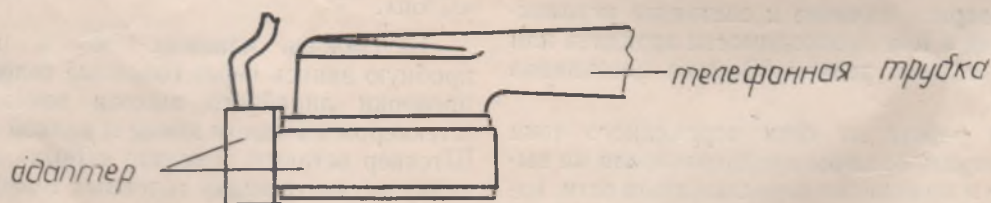

Рис. 9
- б) телефонный адаптер крепится на телефонной трубке (на телефоне; рис. 9);